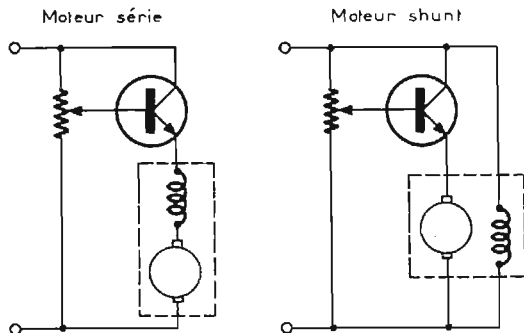

Fig. 9
- commande série avec contre-réaction de vitesse constante (Fig. 9) ;